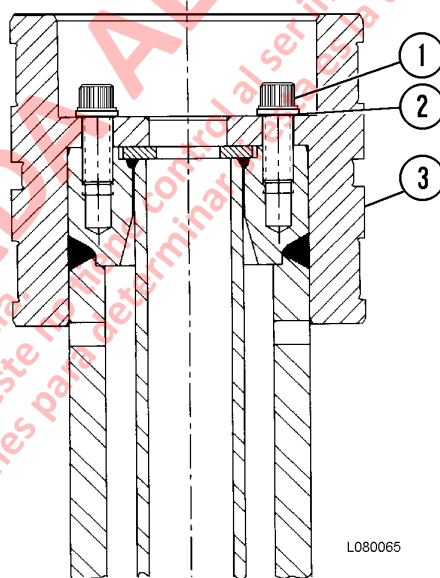

FIGURA 8-23. PISTÓN DE 3ra ETAPA
2. Alinee y deslice el cilindro de segunda etapa (2) dentro del cilindro de primera etapa (3). Deje que el cilindro de segunda etapa sobresalga lo suficiente para instalar el anillo de retención (9) dentro del cilindro de primera etapa.
3. Monte la caja (4) en la fijación con el extremo de la cubierta hacia arriba. Instale los bujes (19) y el sello amortiguador (18), el sello del vástago (20) y el raspador del vástago (21) en la carcasa.
5. Instale los bujes (13) y (24) en el cilindro de primera etapa (3). Suba y alinee este conjunto sobre la carcasa (4). Baje los cilindros de primera y segunda etapa en la carcasa.
7. Instale los bujes (19), el sello amortiguador (18), el sello del vástago (20) y el raspador del vástago (21) en el cilindro de segunda etapa (2).
8. Conecte un dispositivo de levante a la argolla del vástago (1) y alinéelo sobre la carcasa (4). Instale un cojinete (25) en el vástago con la esquina biselada hacia la argolla del vástago. Baje el vástago dentro de la carcasa. Lubrique el vástago con aceite hidráulico.
9. Gire la carcasa en 180 grados para colocar el extremo de la cubierta en la parte superior. Saque la barra retenedora que instaló en el paso 6. Instale los bujes (17) y el sello (16) en el retenedor del buje del vástago (6).
10. Atornille dos pernos guía - 100 mm (4 in.) de largo - en el extremo del vástago (1). Instale el sello (8) en el extremo del vástago.
11. Alinee el retenedor del buje del vástago del pistón (6) sobre los pernos guía y bájelo sobre el extremo del vástago (1). Retire los pernos guía.
12. Revise cuidadosamente los pernos (1, Figura 8-23), para ver si hay fatiga. En caso de dudas, reemplace los pernos.
13. Lubrique los pernos (1) con grasa a base de litio. Instale los pernos y la placa (2). Apriete los pernos a **780 N·m (575 ft lb)**.